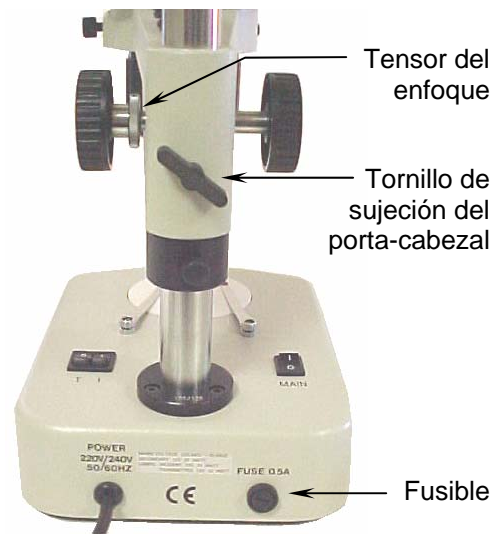

Fig. 1
- B. S'assurer que la vis de blocage du support de tête (fig.1) est serrée.
- C. Desserrer la vis du support de tête (5) et placer la tête (14) dans le support de tête (17) avec précaution.
- E. Brancher le câble d'éclairage incident (15) situé sur la partie supérieure de la colonne (21).
1. Tourner le bouton zoom (16) jusqu'au plus petit grossissement 1X.
3. Tourner le bouton de mise au point (18) en milieu de course.
4. Le support de tête (17) est monté sur une colonne (21) et peut être monté ou descendu en fonction de la taille de l'échantillon.
- a. Maintenir le support de tête (17) d'une main sans toucher les lentilles
- b. Desserrer la vis(20) du collier support (19).
- c. Tout en maintenant la tête, desserrer la vis de blocage du support de tête (fig.1).
- d. Tout en regardant par les oculaires (1), déplacer le support de tête vers le haut ou le bas jusqu'à ce que l'objet soit au point.
5. Gire de nuevo los mandos de enfoque (18) hasta que la imagen sea completamente nítida.
- a. Devisser le tube protecteur (7) de l'éclairage en tournant dans le sens contraire des aiguilles d'une montre et l'enlever.
- a. A l'aide d'un tournevis plat, pressez doucement sur la fente au-dessus du protège-fusible (fig. 1) et tournez d'un quart de tour dans la direction de la flèche.